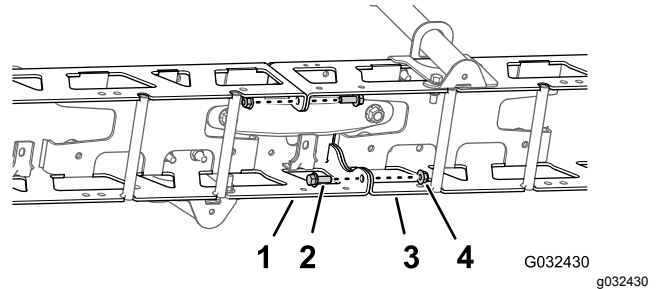

图74
1. 拧下用于固定左右桁架框架的垂直法兰的2个凸缘头螺栓3/8 x 1英寸和2个凸缘锁紧螺母3/8英寸图74。